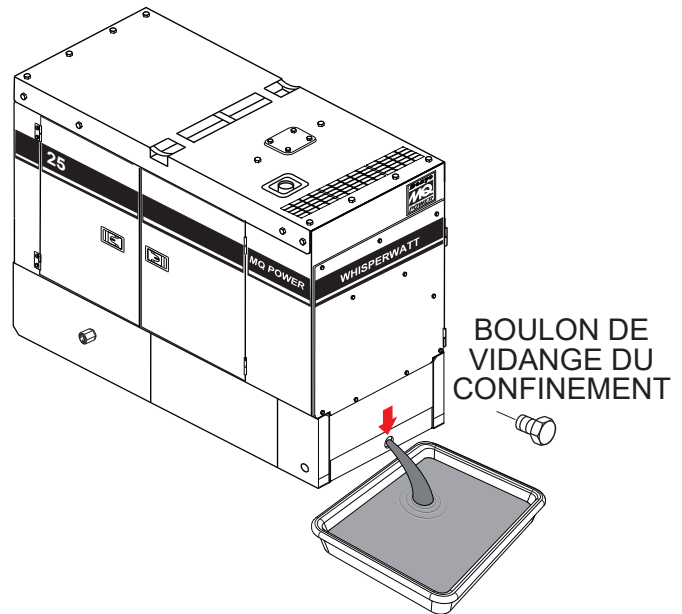

Figure 60. Vidange du réservoir de confinement
2. Si le réservoir se remplit de liquides, retirez le bouchon de vidange (Figure 60), puis laissez les liquides s'écouler dans un récipient approprié.